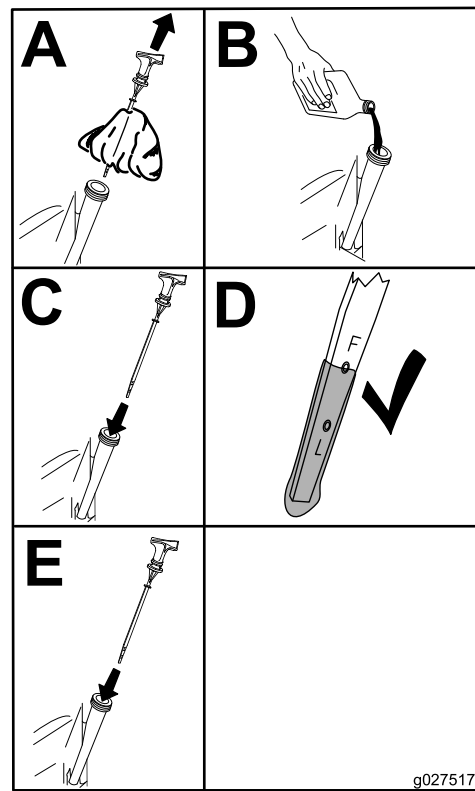

Figure 64
6. Versez lentement environ 80 % de l'huile spécifiée dans le tube de remplissage, puis faites l'appoint lentement jusqu'à ce que le niveau atteigne le repère maximum (Full) (Figure 64).